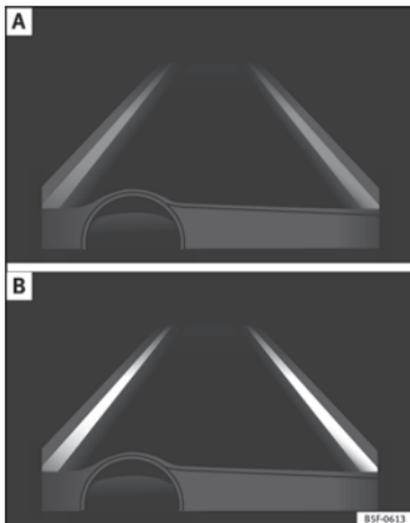

Abb. 162 Im Display des Kombiinstrumentes: Anzeige im Display des Spurhalteassistenten (Beispiel 1).
- System aktiv, aber nicht verfügbar, da die Mindestgeschwindigkeit nicht erreicht ist oder das System die Begrenzungslinien der Fahrspur nicht erkennt » **Abb. 162 A**.
genblick wird die Fahrtrichtung nicht korrigiert » **Abb. 162 B**.